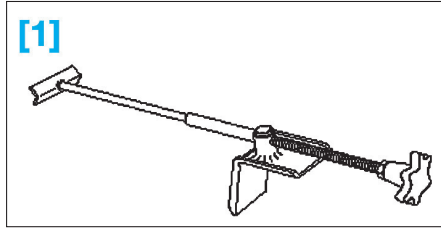

FIG. 22
- [1]. Pousse-pédale de frein réf. V.A.G 1869/2 (Fig.22).